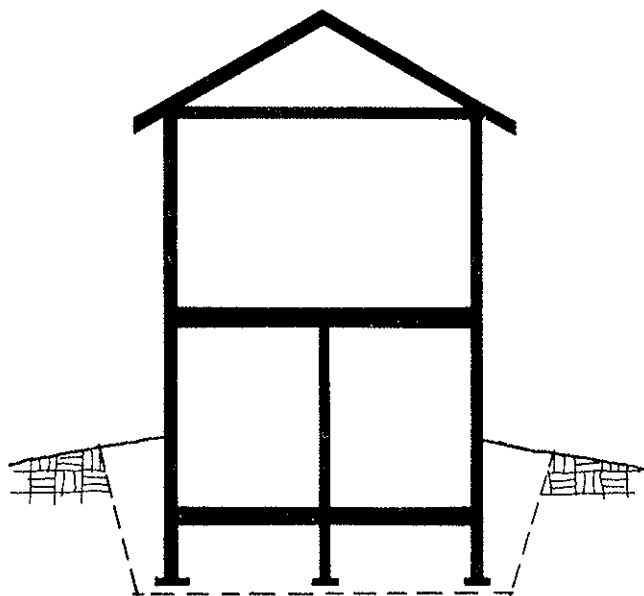

Figure 4.17 Plancher de sous-sol suspendu en bois
- Plein sous-sol avec plancher suspendu (vide sanitaire) (voir la figure 4.17).